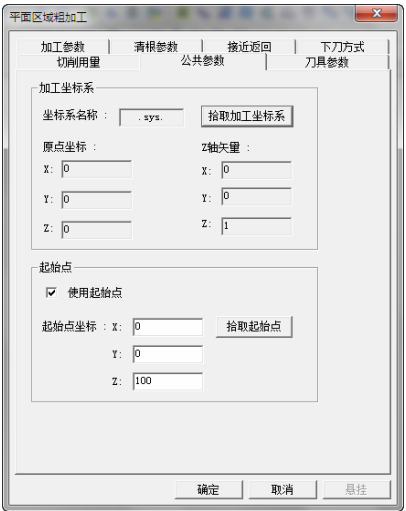

图 8-13 “公共参数”选项卡
5) 单击“公共参数”选项卡，勾选“使用起始点”按钮，“起始点坐标”参数数值如图 8-13 所示。